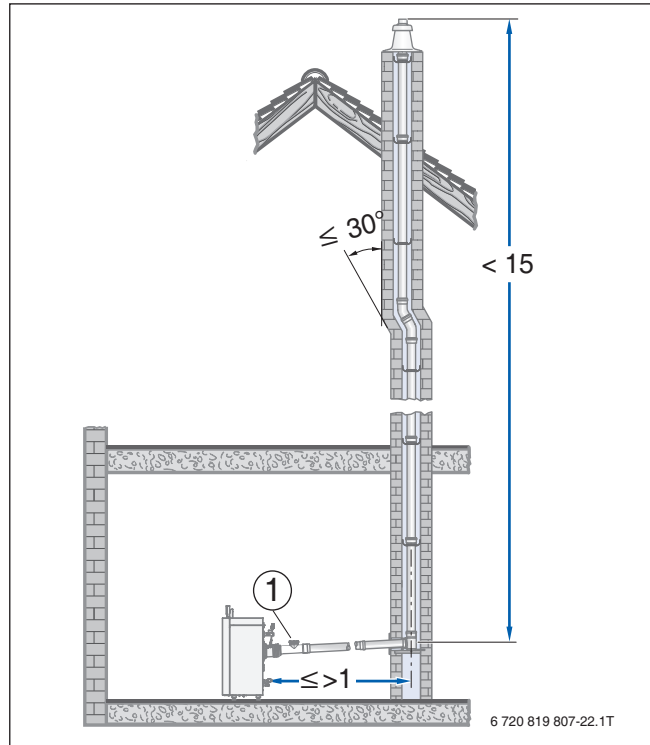
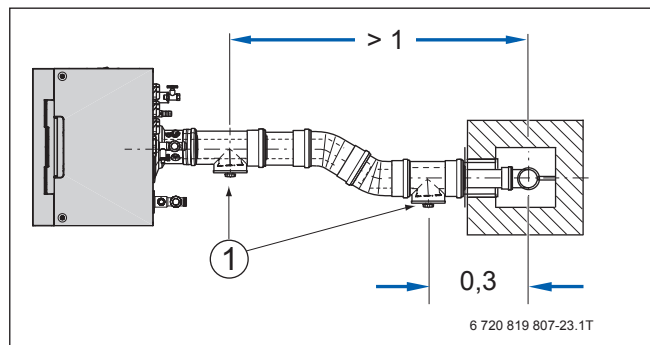
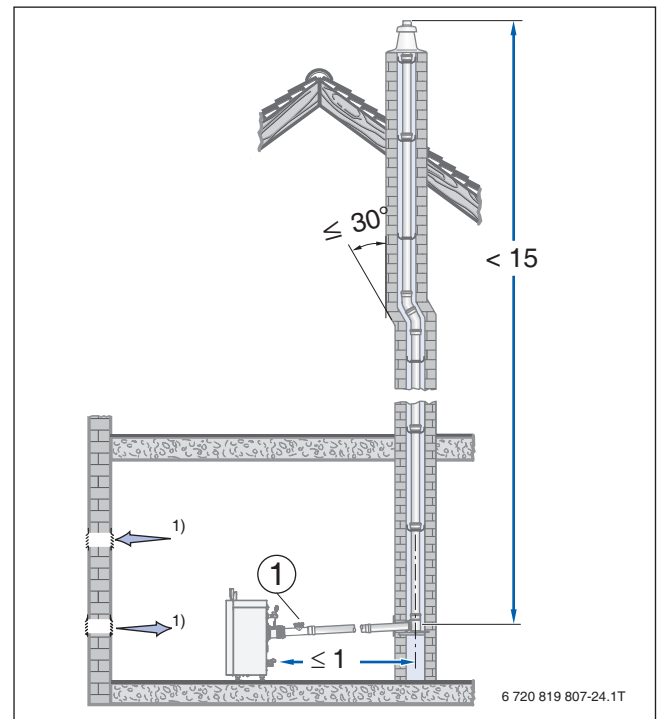

Bild 89 Beispiel: Anordnung der Prüföffnung ohne Umlenkung im Aufstellraum (Maße in m)
Bild 90 Beispiel: Anordnung der Prüföffnungen mit Umlenkung im Aufstellraum (Maße in m)
Bild 91 Beispiel zur Anordnung der Prüföffnung bei einer waagerechten Abgasleitung ohne Umlenkung im Aufstellraum (Maße in m)
Gemäß DIN 18160-1 und DIN 18160-5 müssen Abgasanlagen für den raumluftabhängigen und raumluftunabhängigen Betrieb leicht und sicher zu überprüfen und gegebenenfalls zu reinigen sein. Hierzu sind Prüföffnungen einzuplanen (→ Bild 89 und Bild 90).
- an der Stirnseite im geraden, waagerechten Abschnitt der Abgasleitung höchstens 1 m von der Umlenkung in den senkrechten Abschnitt entfernt, wenn sich dazwischen keine Umlenkung befindet (→ Bild 89)
- seitlich im waagerechten Abschnitt der Abgasleitung höchstens 30 cm von der Umlenkung in den senkrechten Abschnitt entfernt (→ Bild 90).
- die untere Prüföffnung nach DIN 18160-1 und 18160-5 ausgeführt ist (→ Bild 89 und Bild 90).
- die untere Prüföffnung bei DN 160 und DN 200 entsprechend Bild 91 angeordnet ist
- die untere Prüföffnung nach DIN 18160-1 und 18160-5 ausgeführt ist (\rightarrow Bild 90 und Bild 91).